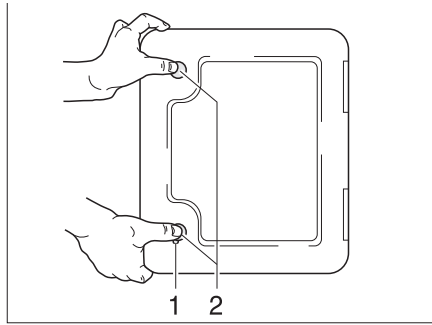

Fig. 142 Sportello per la cassetta Thetford
Lo sportello della cassetta Thetford (Fig. 142) si trova all'esterno del veicolo.
- Inserire la chiave nel cilindro della serratura a pressione (Fig. 142,1) e ruotare in senso orario di un quarto di giro.
- Premere contemporaneamente con i pollici entrambe le serrature a pressione (Fig. 142,2) e aprire lo sportello per la cassetta Thetford.